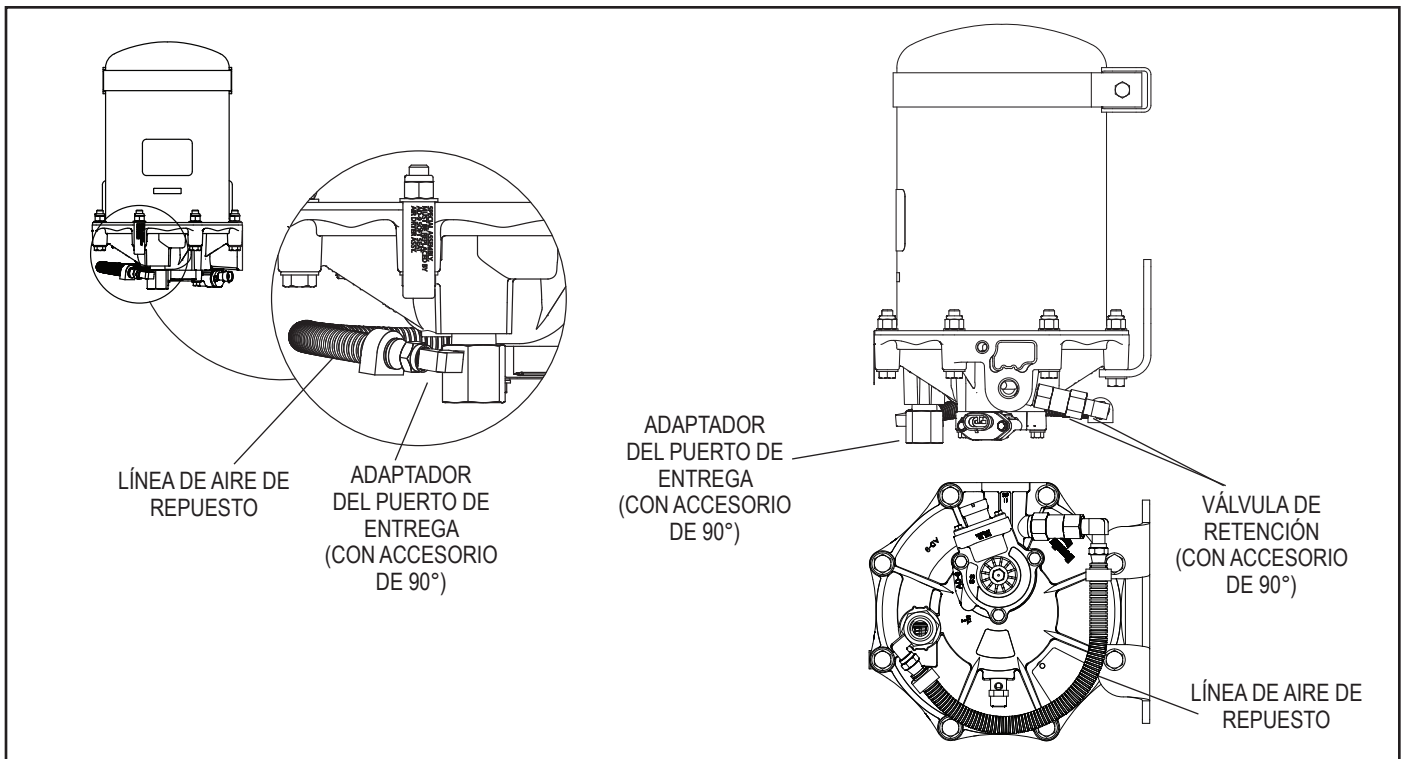

FIGURA 11 - SECADOR DE AIRE DE FÁCIL INSERCIÓN AD-9® DE BENDIX®
1. Antes de comenzar, observe el ángulo aproximado de los accesorios, la válvula de retención y la ruta general de la línea de aire de repuesto en el secador de aire. Es importante usar la misma ruta durante la reinstalación. Vea la figura 11.